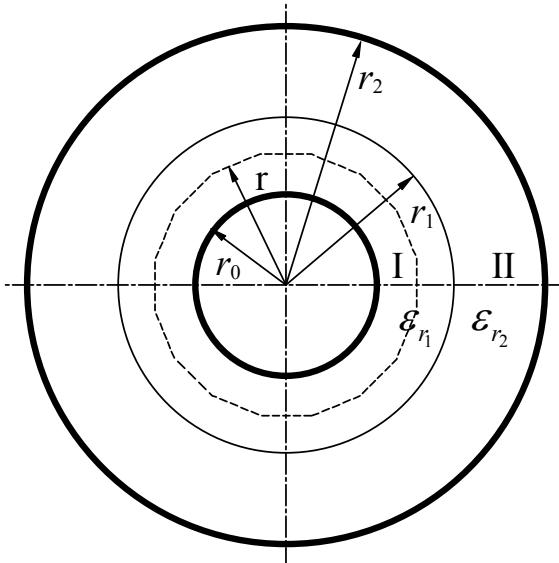

Рис. 2
2.1 Область I (рис. 2)  $r_0 < r < r_1$ .
Для области I (рис. 2)  $r_0 < r < r_1$  получили: